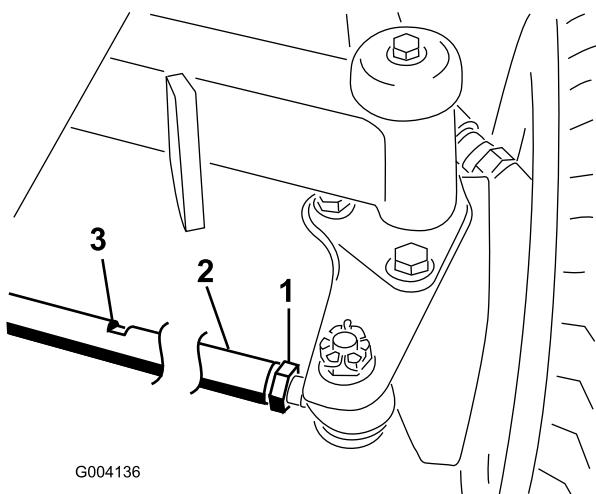

Figure 70
2. Desserrez l'écrou de blocage à chaque extrémité de la biellette (Figure 70).